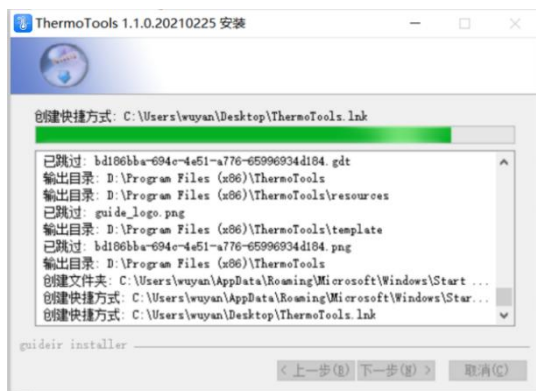

图 2-5 安装中
5. 点击“上一步”退回软件安装许可协议界面，点击“安装”进入安装进度界面，等待安装完成即可，如图 2-5 所示，点击“取消”结束安装。